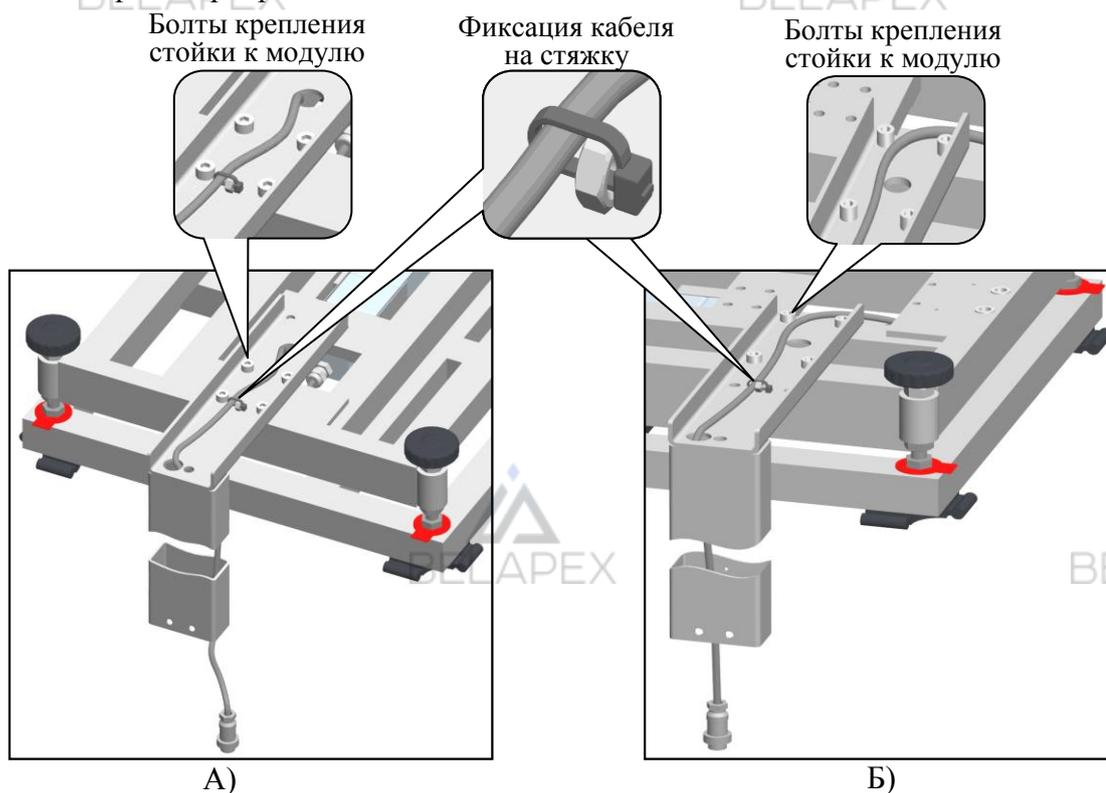

Рисунок 2 – Установка стойки крепления весового терминала.
- В модификациях ТВ-5040N_3 и ТВ-8060N_3 закрепите к основанию модуля стандартную стойку (см. рис. 2А).
- В модификации ТВ-5040N_3п закрепите укороченную стойку (см. рис. 2Б).